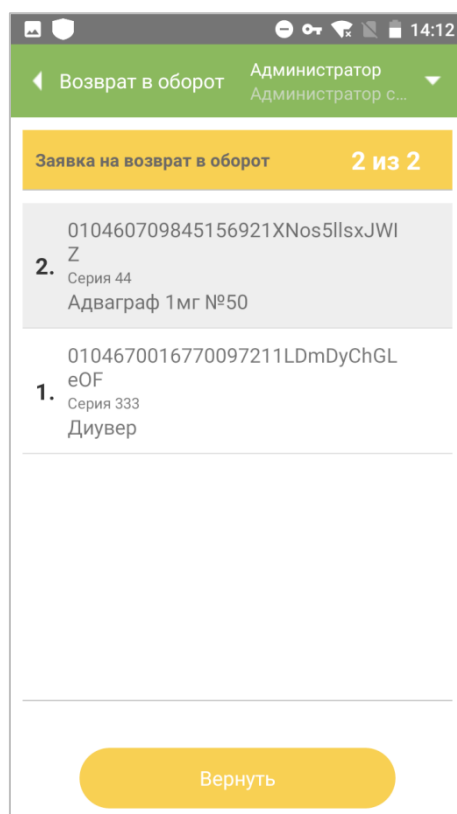

Рисунок 12.7
3. Просканировать коды (п. 1.5), которые необходимо вернуть в оборот (Рисунок 12.7). При этом на экране отобразится следующая информация: